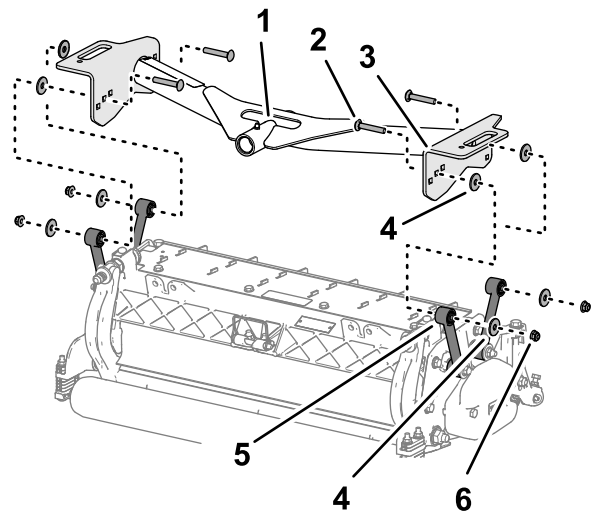

Figure 15
1. Alignez les trous dans les plaques du bâti porteur avant sur les trous des plaques de montage de l'unité de coupe (Figure 15).
- Alignez une rondelle entre la plaque porteuse et la biellette (**Figure 15**) et assemblez les plaques et l'entretoise sans serrer, au moyen d'un boulon de carrosserie ($\frac{3}{8}$ x $2\frac{1}{4}$ "), d'une rondelle et d'un contre-écrou à embase ($\frac{3}{8}$ ").